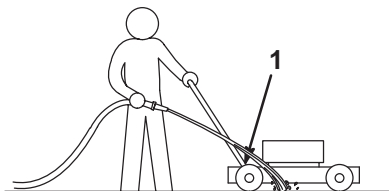

Figure 18
3. Tenez le tuyau d'arrosage à hauteur du mancheron et dirigez le jet d'eau vers le sol, juste devant la roue arrière droite (Fig. 18).